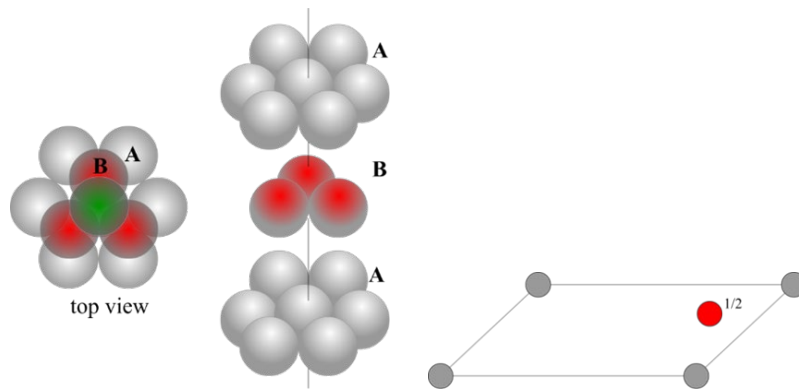

Figura 6.5
- Los átomos de la capa A ocupan los nudos de la celda hexagonal, con coordenadas 0,0,0 y los átomos de la capa B se sitúan a $1/3, 2/3, 1/2$ (Figura 6.5)